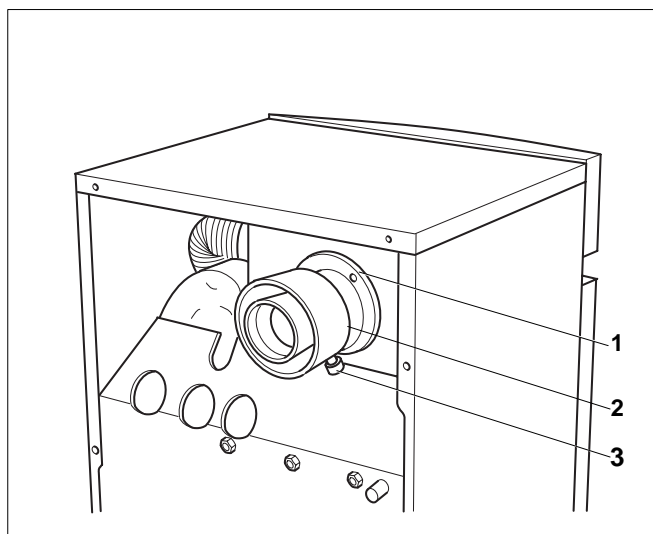

Fig. 21 Adaptateur monté pour l'évacuation des fumées et l'arrivée de l'air
- Fixer l'adaptateur des fumées et d'arrivée d'air (fig. 21, **pos. 2**) avec joint plat (fig. 21, **pos. 1**) sur le caisson du ventilateur.
Les points de mesure (fig. 21, **pos. 3**) de l'adaptateur doivent être dirigés vers le bas.